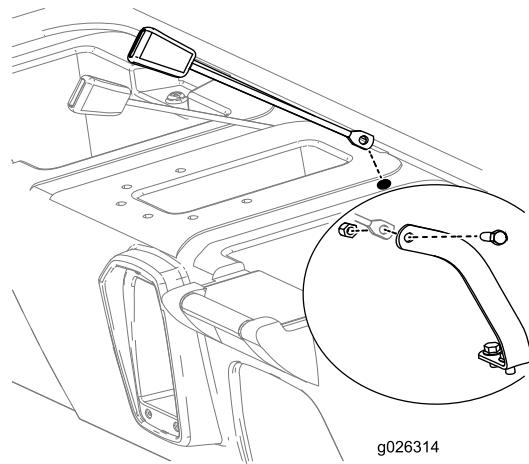

図 10
8. 各シートベルトのロックアセンブリの受け側を、座席ベースに開けた穴の1つに通す 図 10。
9. 各シートベルトの受け側をそれぞれのアンカーに取り付ける各々についてボルト 7/16 インチとナット 7/16 インチを使用し、図 10 に示すように取り付ける。